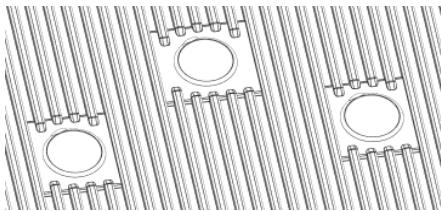

Fig. 2
- 1) Si le véhicule est équipé d'un attelage Gooseneck dans le lit du camion, utiliser un 4" scie et perceuse électrique pour créer un trou, comme illustré dans figure 2. Placer la doublure de caisse sens dessus dessous quelque part qui permettra de percer le plancher de la doublure de caisse sans couper quelque chose sous la doublure de caisse. Utiliser le dimple dans le centre de chaque surface plate pour center la scie-cloche. Nettoyer et enlever bien toutes les petites découpes.
- 2) Insérer les 4" bouchons € fermement dans les trous 4" comme indiqué sur figure 2.